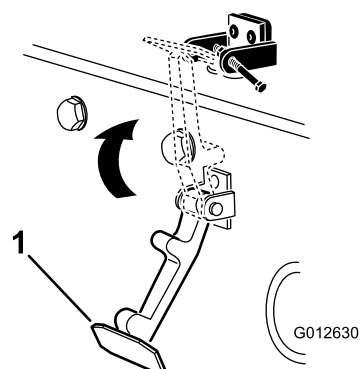

Figura 14
6. Enganche el cierre en el cerradero del capó (Figura 14).